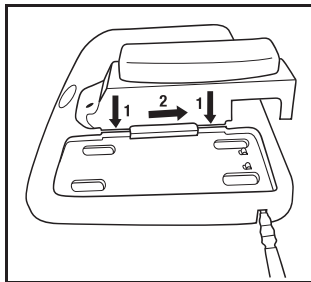

Fig. 1b
- Carregador de Bateria de 4 Estações da 3M™: Insira o TR-640 em uma das portas de carregamento e deslize para trás até travar no lugar apropriado (Fig. 1b). (**NOTA:** a Fonte de Alimentação TR-941N de Estação Individual Versaflo™ da 3M™ não é usada com a TR-640, quando o carregador de 4 estações estiver sendo usado). Insira o cabo de alimentação de DC da fonte de alimentação, fornecida junto com o kit, na base de 4 estações. Plugue o cabo de alimentação numa fonte de AC (100-240 V), como uma tomada. Você pode proceder à carga de qualquer combinação até 4 Baterias Versaflo™ da 3M™, ao mesmo tempo.